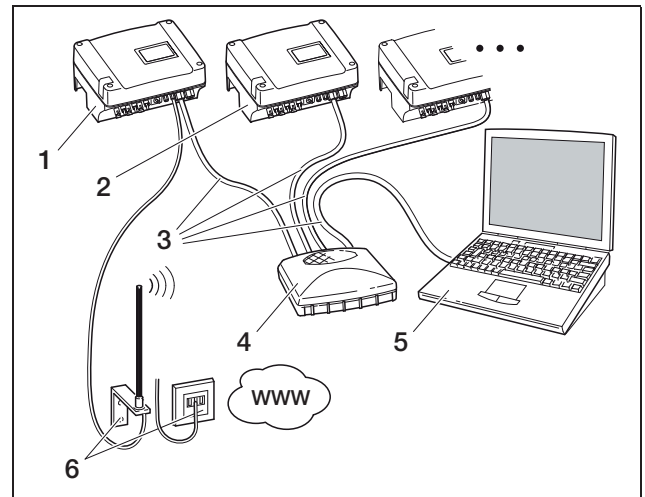

Abbildung 76: Kommunikationsboard I:
- Sie betreiben ein lokales Netzwerk (Ethernet) mit festen IP-Adressen und wollen den Wechselrichter in das Netzwerk integrieren (Abbildung 76 bzw. 77).